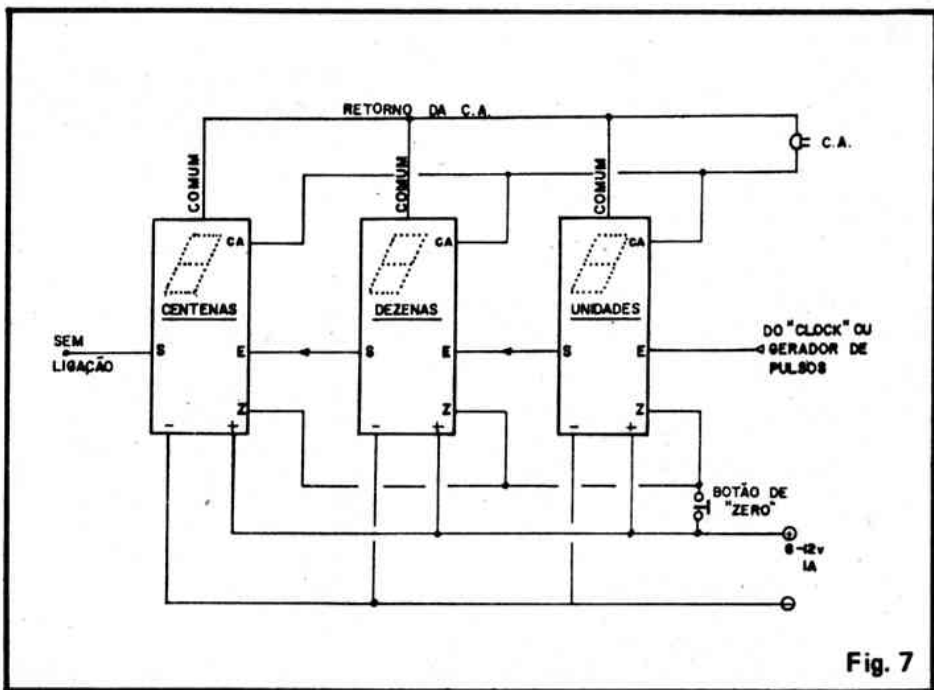
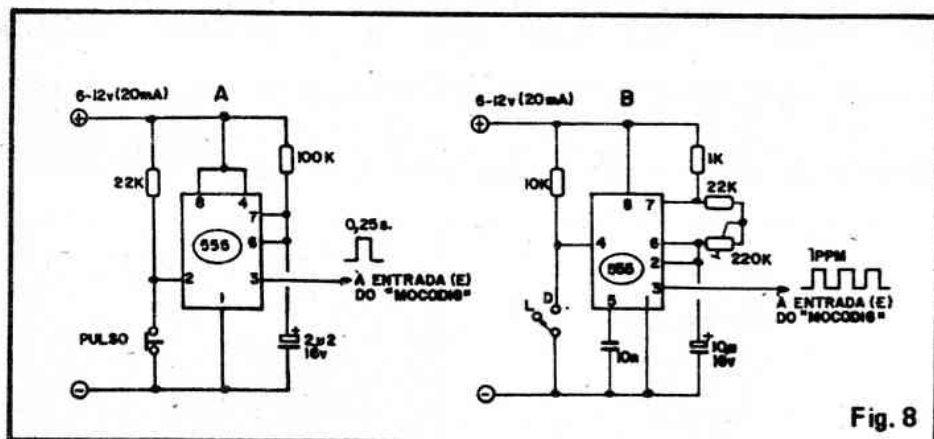

Fig. 7
Fig. 8
A fig. 7 mostra o diagrama básico
Contudo, existem Integrados plenamente compatíveis com os C.MOS, que podem trabalhar conjuntamente com estes, embora pertençam a outras "famílias". . . É o caso, por exemplo, do "manjadíssimo" 555, cuja faixa de tensões de alimentação, nível e forma dos sinais de saída "batem direitinho" com os requisitos de qualquer circuitagem baseada em Integrados C.MOS. Baseados nessa compatibilidade, na fig. 8 damos duas interessantes sugestões práticas para circuitos de comando, ambos capazes de acionar um (ou mais, conforme fig. 7. . .) MOCODIG. Nos dois casos a alimentação pode provir da mesma fonte de baixa tensão CC usada para o módulo, já que tanto o circuito 8-A quanto o 8-B "aceitam" 6 a 12 volts para a sua energização. Vamos a alguns detalhes aplicativos:
- 8-A - O circuito, conjugado com um arranjo idêntico ao da fig. 7, resultará num prático placar para quadras ou campos esportivos (serão, obviamente, necessários dois conjuntos, para a marcação dos tentos dos dois times. . .) No início do jogo, aperta-se o botão de "Zero" (ver fig. 7) dos dois displays (o placar, então, mostrará "000" - "000" . . .). No desenrolar do jogo, a cada tento de cada time, basta uma pressão momentânea no botão de "Pulso" (fig. 8-A) do respectivo conjunto, quando então o display indicará "001", "002", "003", etc., e assim por diante, a cada toque no botão de "Pulso".
- 8-B - Para um marcador de tempo (relógio para placar esportivo) simples, o circuito ilustrado pode ser conjugado a um arranjo também semelhante ao da fig. 7. (porém com
apenas dois módulos ou dígitos). Um ajuste prévio (com o auxílio de um relógio comum) no trim-pot de 220K permitirá que o 555 gere exatamente um pulso por minuto (1 PPM). No início do jogo aperta-se o botão de "Zero" (fig. 7), com o display indicando então "00". Iniciando-se o jogo, passa-se a chave do circuito, da posição "D" para a posição "L", com o que o tempo começará a ser contado (depois de 1 minuto o display indicará "01", após 2 minutos, mostrará "02" e assim por diante, até "99" correspondendo a 99 minutos. . .). Havendo a necessidade de uma interrupção ou "desconto" no tempo (muitas modalidades de jogos permitem ou exigem esse tipo de cronometragem. . .), basta posicionar a chave em "D", retornando-a à posição "L" assim que o juiz determinar seqüência na contagem do tempo! Em jogos ou modalidades esportivas que requeiram também a contagem dos segundos, o display deverá ser dotado de pelo menos 4 dígitos (4 MOCODIGs, na configuração da fig. 7). Nesse caso, o trim-pot deverá ser ajustado para a geração de um pulso por segundo (1 PPS), e o capacitor eletrolítico original do circuito 8-B deverá ser substituído por um capacitor de poliéster de 150n ou 180n.